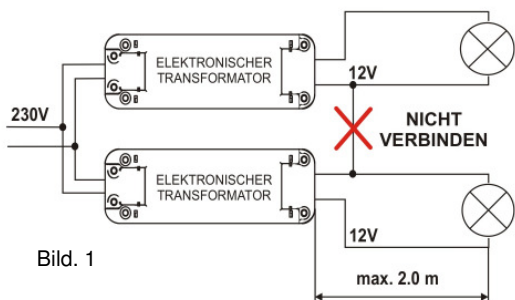

Bild. 1
- Die Verbindung der Transformatorausgänge ist verboten! (Bild 1)